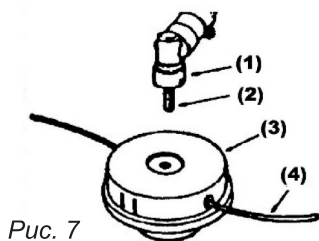

Рис. 7
5.5. Установка кассеты с леской (рис. 7). Замена триммерной лески.